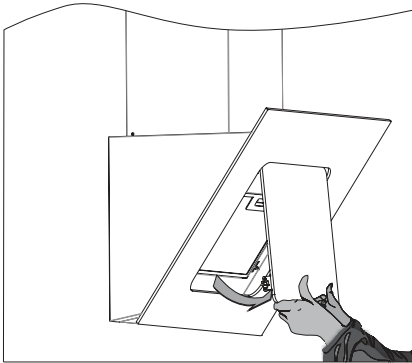

Abb.8: Frontplatte aufklappen
- Frontplatte aus der Arretierung lösen und nach vorne klappen (⇒ Abb. 8).